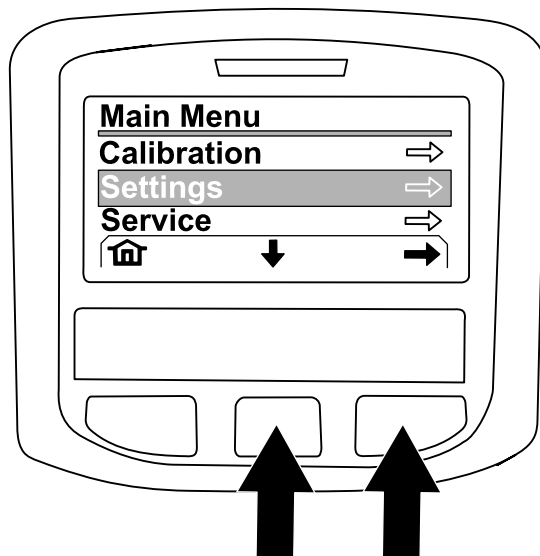

Figura 228
4. Nella schermata MENU PRINCIPALE, premete il pulsante centrale per navigare all'opzione IMPOSTAZIONI, poi premete il pulsante destro per selezionare l'opzione (Figura 228).